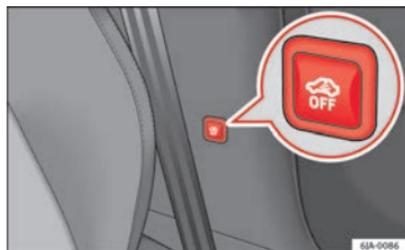

Fig. 49 Tecla para la vigilancia del habitáculo y el control de sistema antirremolque
- Pulse la tecla  ⇒ fig. 49 en la columna central, el símbolo retroiluminado en rojo  situado dentro de la tecla cambia color a naranja.